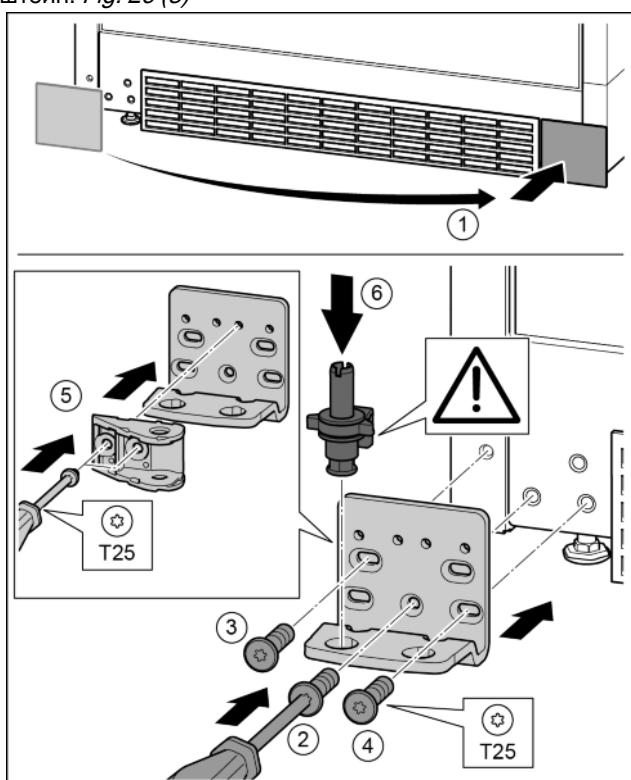

Fig. 27
- Снять крышку и поставить с другой стороны. *Fig. 27 (1)*
- Установить опорный кронштейн с другой стороны и прикрутить с помощью отвертки T25. Начинать с винта 2 в центре. *Fig. 27 (2)*
- Затянуть винты 3 и 4. *Fig. 27 (3, 4)*
- Повернуть соединительный элемент амортизатора закрывания дверей на 180°. Прикрутить с другой стороны опорного кронштейна с помощью отвертки T25. *Fig. 27 (5)*
- Снова установить опорный палец в сборе. При этом следить за тем, чтобы выступ фиксатора был направлен назад. *Fig. 27 (6)*